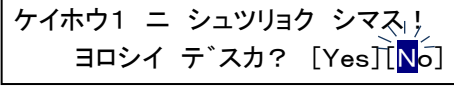

図 9-37 警報解除確認画面
- ・選択後、メニュースイッチ押下で図 9-37 のような確認画面が表示されます。UP/DOWN スwitchで [Yes] / [No] を選択し、メニュースイッチで確定します。